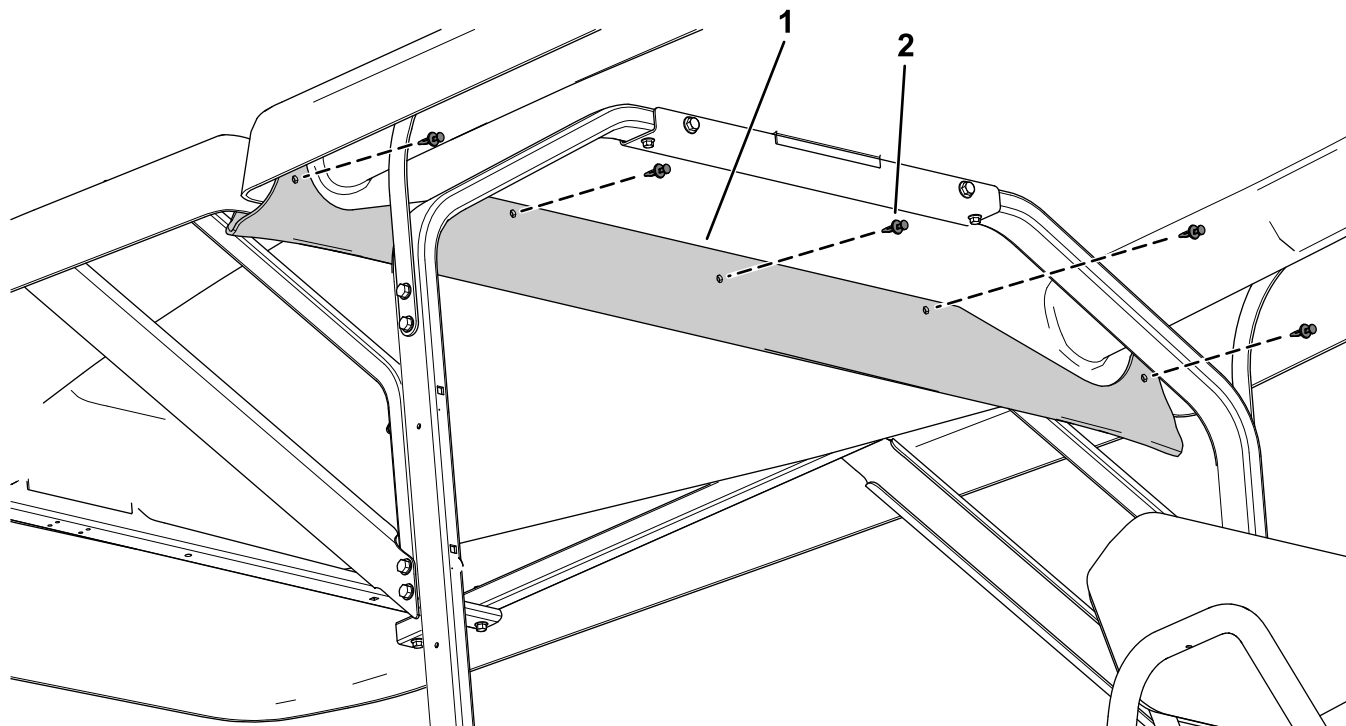

Bild 10
3. Befestigen Sie die Regenrinne mit fünf Kunststoffnieten (Bild 10) an der vorderen Seite des Sonnendachs.